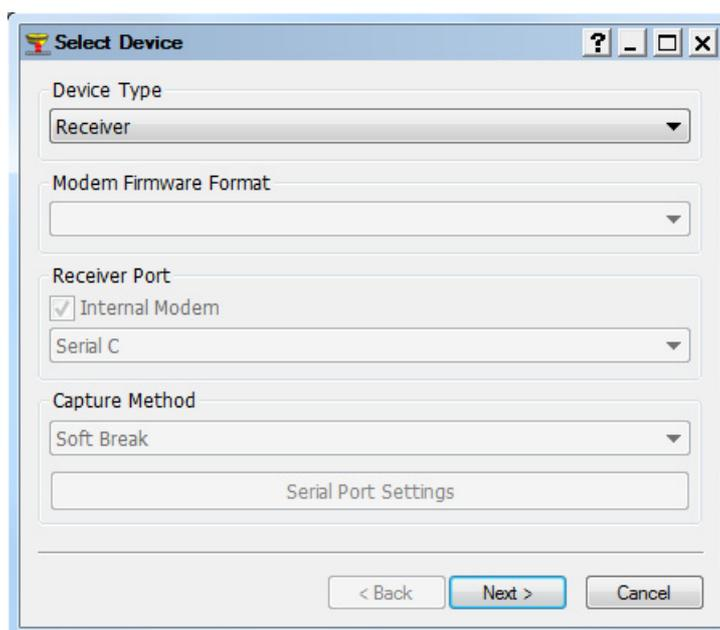

図 19 Select Device / Device Information
**Select Device** 画面が表示されます。(図 19)